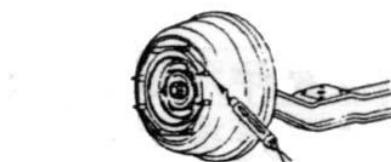

图 5-4
- (8) 在转向节轴端螺纹和减磨垫片上涂高温 3#锂基润滑脂；
- (9) 用 200Nm 的规定力矩拧紧锁紧螺母；
- (10) 转动轮毂 2~3 圈，使轴承正确就位；
- (11) 再用 200Nm 的规定力矩拧紧锁紧螺母；
- (12) 将锁紧螺母回转 60° ~90° ；
- (13) 再转动轮毂 2~3 圈，确认轮毂轴承预紧力是否正确(图 5-4) 轮毂轴承预紧力应为 20~55N。